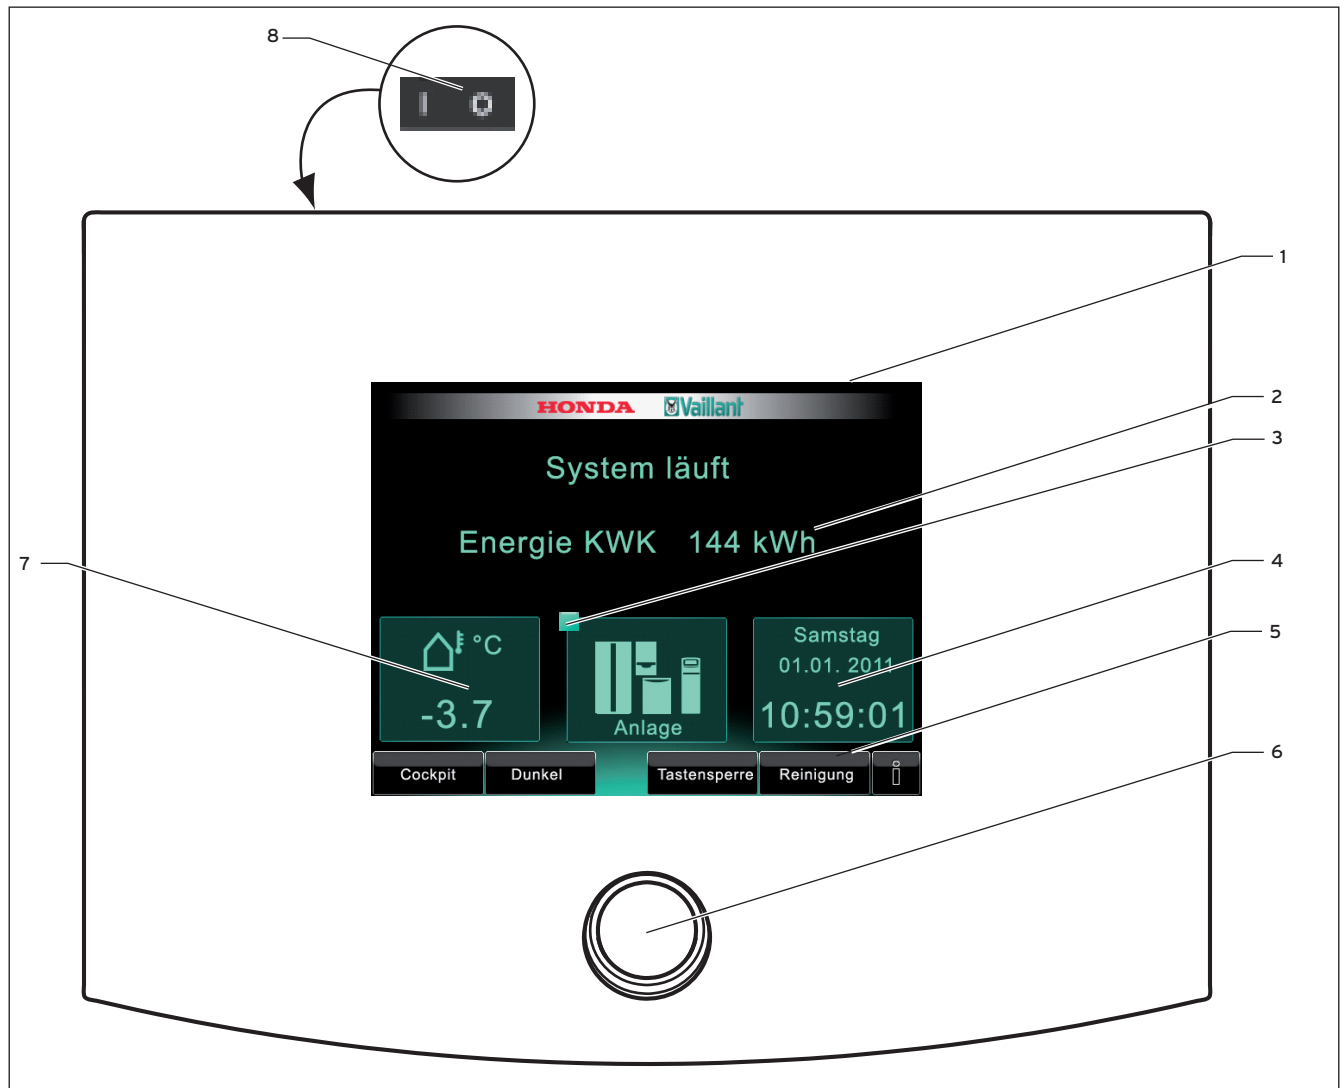

Abb. 5.1 Systemregler ecoPOWER 1.0
Auf Abb. 5.1 sehen Sie eine Statusanzeige (3). Statusanzeigen finden Sie nicht nur auf der Startseite, sondern auch auf anderen Displays. Der Status wird durch ein Farbfeld angezeigt. Die Farbfelder haben folgende Bedeutung:
Auf der Startseite (→ Abb. 5.1, Pos.1) zeigt das Display die Leistungen des Systems (2) an, die aktuelle Außentemperatur (7), Datum und Uhrzeit (4) sowie den Status des Systems (3).
Bei einer Meldung, z.B. einer Störung oder einer Wartungsmeldung, wird erscheint ein Display angezeigt, das so aussieht wie die Startseite (→ **Abb. 5.1, Pos. 1**), jedoch ohne Fußleiste. Darauf erscheint eine Textmeldung.
Der Regler verfügt über Schaltflächen im mittleren Bereich und Auswahlkosten in der Fußleiste des Displays. Der Drehknopf unterhalb des Displays (→ **Abb. 5.1, Pos. 5**) dient der Änderung der Einstellwerte wie z.B. Temperatur oder Zeit.
Mit dem Drehknopf (→ **Abb. 5.1, Pos. 5**) können Sie einen ausgewählten Einstellwert verändern. Die Einstellwerte werden stets in einem grünen Feld dargestellt: